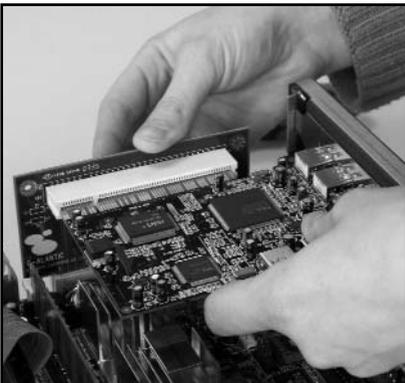

Bild 6
4. Setzen Sie Ihre PCI Karte jetzt in die Raiser Karte ein und schrauben Sie Ihre Karte mit dem Schraubendreher fest. (Siehe Bild 6 und 7).